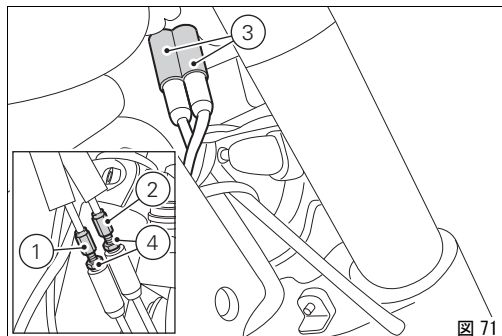

図 71
1.5～2.0 mmの遊びがなければなりません。必要であれば、車体右側のステアリングチューブにある適切なアジャスター（1および2、図71）を使用して調整します。